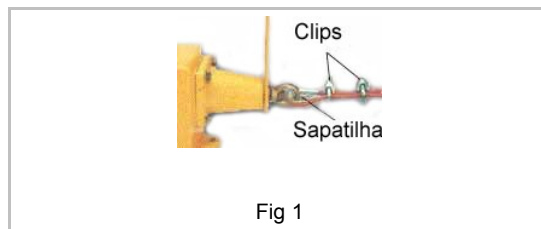

Fig 1
- O cabo de aço recomendado é o de 1/8" plastificado, preferencialmente na cor vermelha para facilitar sua localização. A forma de prendê-lo nos olhais da chave está indicado na (Fig. 1).